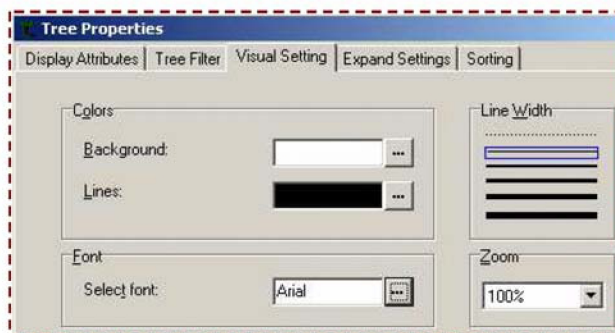

Рис.11. Залкадка Visual Setting (Визуальная настройка)
- Перейдем на закладку Visual Setting (рис. 11):